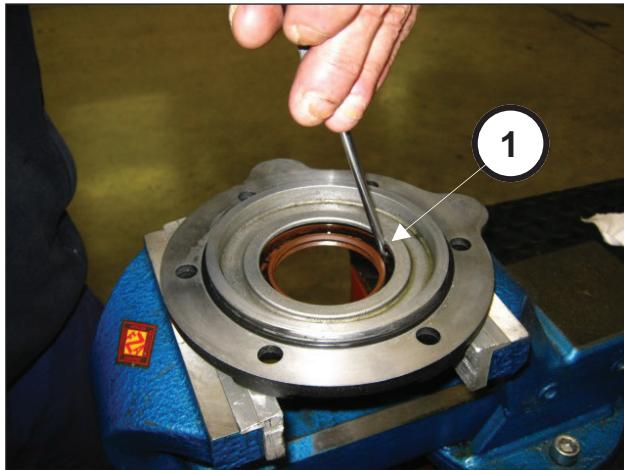

Abb. 9
Ziehen Sie den Ölabstreichring von der Innenseite des Deckels aus dem Ritzeldeckel heraus (Pos. ①, Abb. 9).